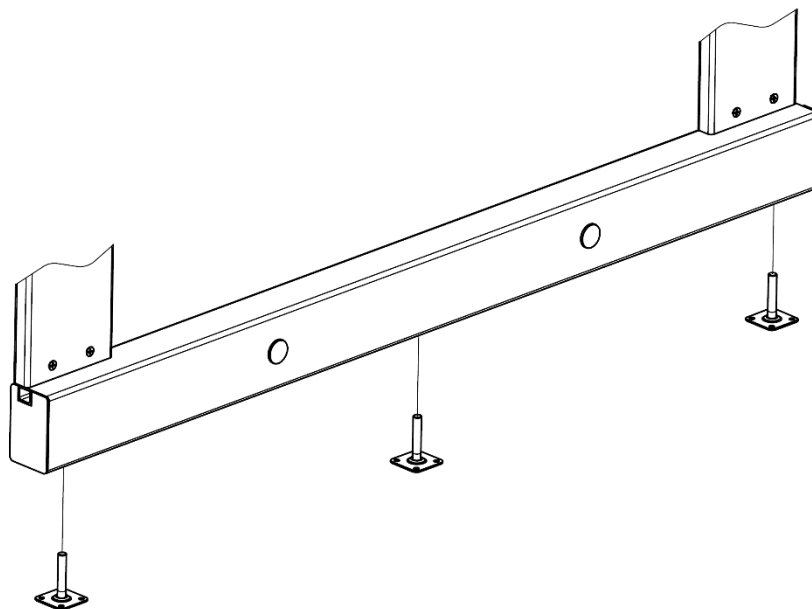

Рисунок.6. Установка Планок пятки с резьбовым стержнем.
- Если уровень пола в камере выше больше 80мм. Устанавливаем снизу порога Планки пятки с резьбовым стержнем (3шт. имеющиеся в комплекте) в специально отведенные места и регулируем порог по высоте (Рисунок 6). Если высота пола равняется 80мм, устанавливать Планки пятки с резьбовым стержнем не требуется.